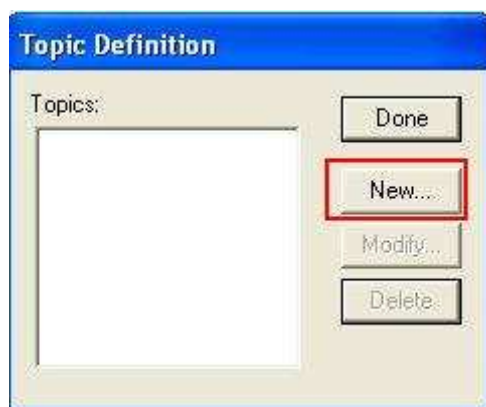

Рис. 4
2.3 В новом окне нажмите кнопку **New** (Рис. 4):